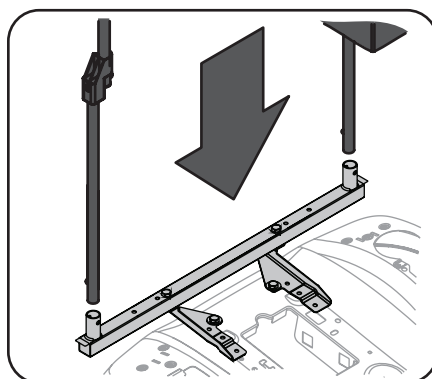

Figure 3-15
1. Faites glisser les perches verticales du cadre du pare-soleil dans le support monté sur le tracteur. Consultez la Figure 3-15.